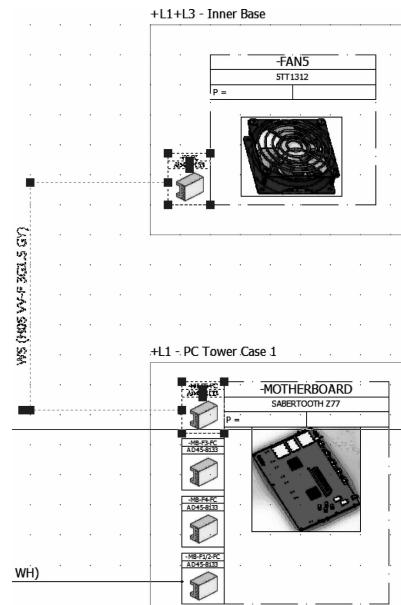

图 1-2 添加到线束
**步骤2 添加到线束** 如图 1-2 所示选择连接器和相连的电缆。右击选中的元素，选择【添加/删除线束】。在命令窗口中激活【添加至线束】，所选的 4 个元素被选中，单击【确定】，完成添加。